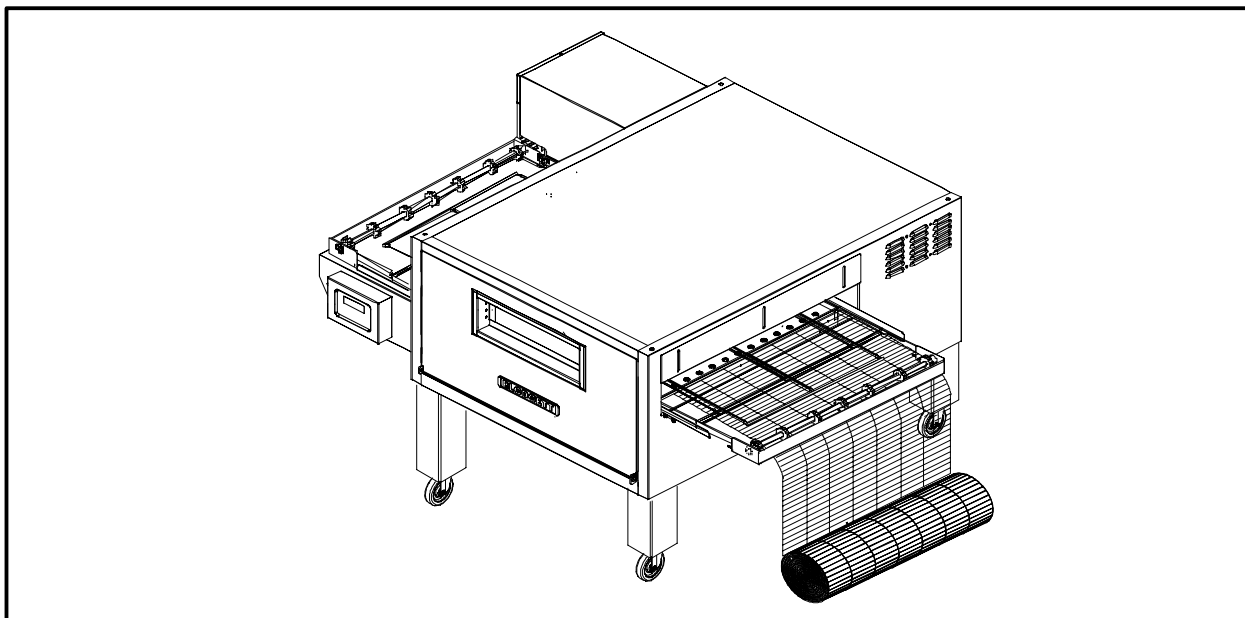

Figura 11
1. Infilare il nastro trasportatore dal lato destro del forno. Il nastro è piegato a gancio sulle due estremità. Tali ganci devono muoversi a ritroso sulla griglia di supporto del convogliatore in modo da non danneggiare il nastro. Per orientare correttamente il nastro vedi Figura 11.